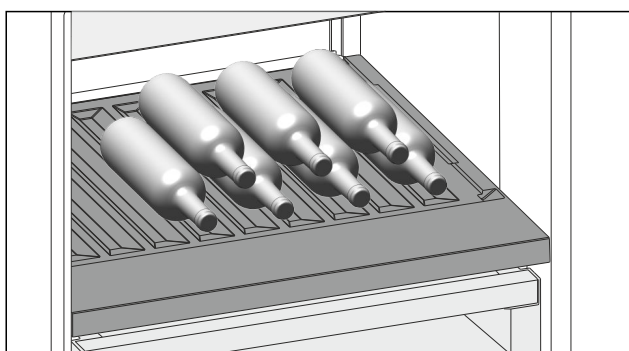

Fig. 148 Príkladné zobrazenie
- Fľaše vkladajte dnom dozadu k zadnej stene. (pozri Fig. 148)